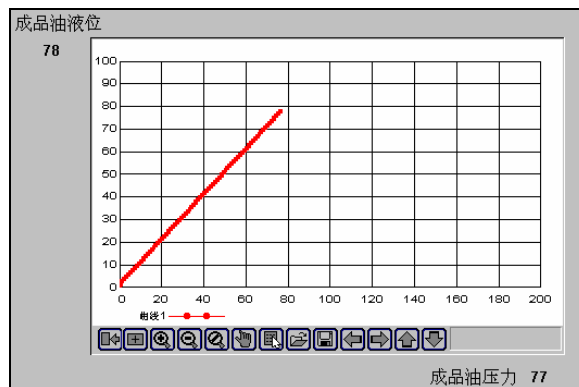

图 4-32 运行中的 XY 控件
(5) 单击“文件”菜单中的“全部存”命令，保存您所作的设置。
(6) 单击“文件”菜单中的“切换到 VIEW”命令，进入运行系统。运行此画面，如图 4-32 所示。